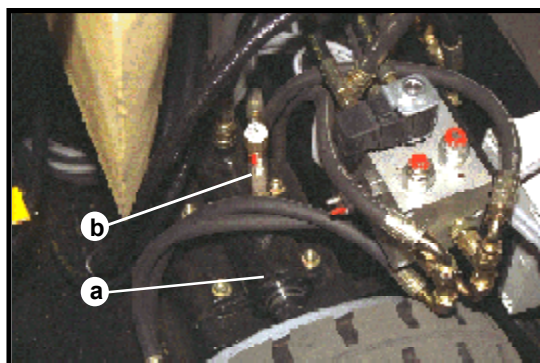

Fig. 2 - Frein de parking automatique.
- Fermer l'étrangleur situé sur le vérin frein (Fig. 2);